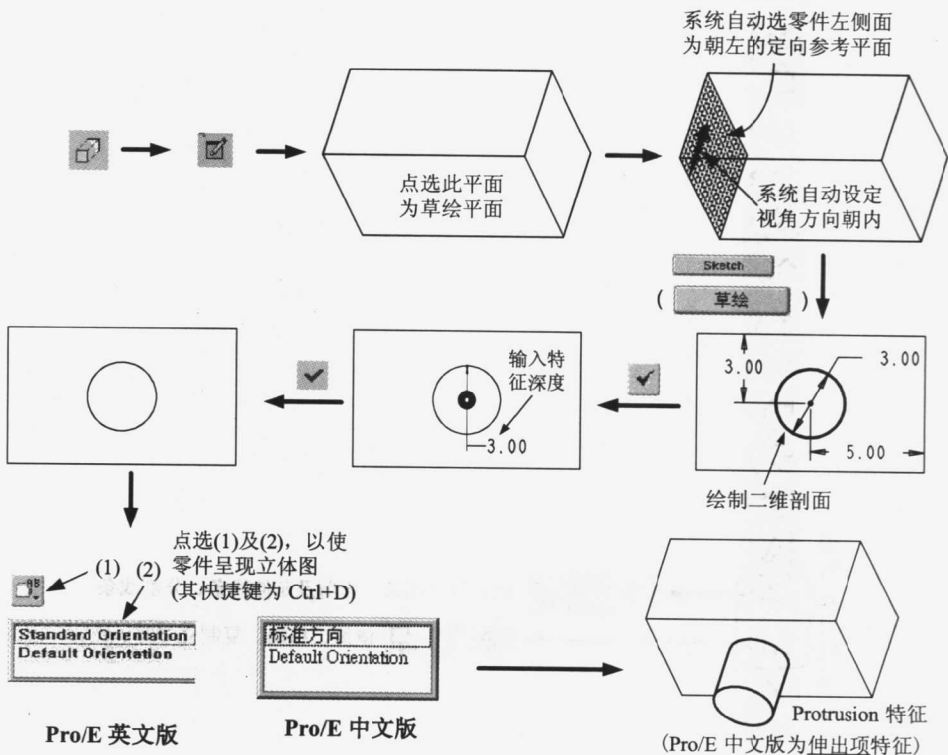

图 1-10
1. 将此体积加入现有零件, 产生 Protrusion 特征, 图 1-10 为其示意图 (读者可打开 extrude-1.prt 文件, 依此示意图自行练习, 随书光盘多媒体教学系统中的“以拉伸加入 Protrusion 特征”亦示范其实际操作过程)。